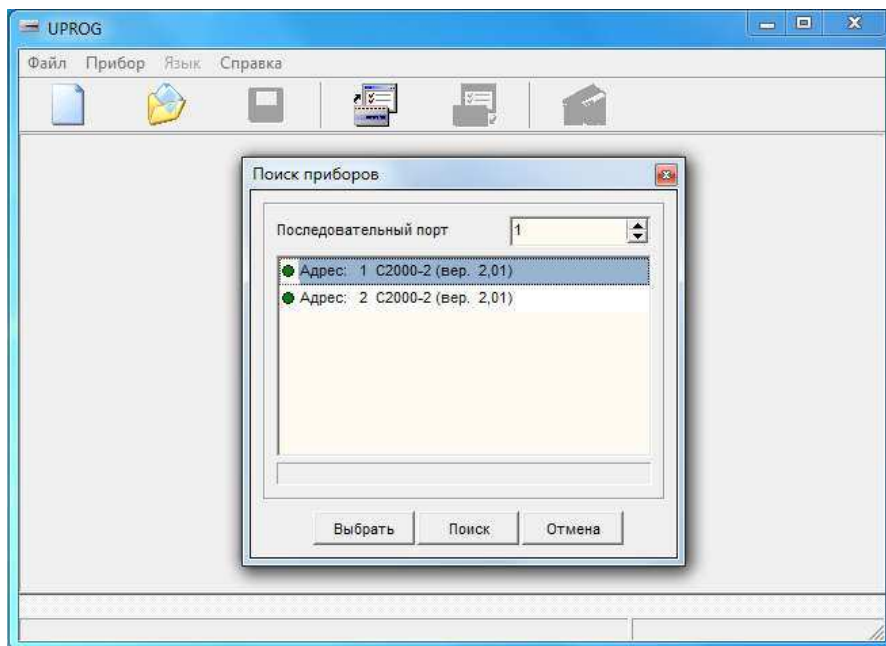

Рис.11. Поиск и выбор контроллера доступа C2000-2.
8) Запустить программу UProg. Выполнить пункт меню «Прибор→Чтение конфигурации из прибора». В отрывшемся окне указать номер COM-порта, выполнить поиск и считать конфигурацию контроллера доступа C2000-2 (см. рисунок 11).